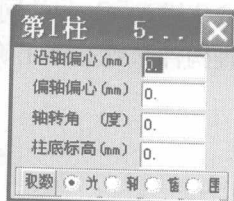

图 1.1-11 构件布置方式对话框
(1) 布置构件有四种方式,分别是光标、轴线、窗口、围区方式,布置方式的切换通过按键盘上的【Tab】键,或在对话框中选择,如图 1.1-11 所示,对于本例题选择窗口方式布置柱比较便捷。
(2) 布置构件时会弹出第 1 柱对话框,允许设置构件沿轴偏心、偏轴偏心和轴转角,本例一律取初始值 0。
(3) 如构件布置错误,可以点击【楼层定义/本层修改】,进行删除或替换。